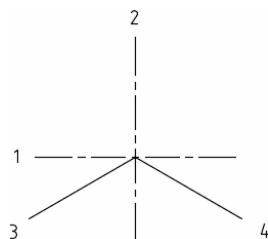

图 2-22 绘制法兰盘步骤一
(1) 画水平基准线段 1，长度 60 mm；画竖直基准线段 2，长度 60 mm；画线段 3(相对坐标 $35<210$)；画线段 4(相对坐标 $35<330$) (4 条线段长度可任意)，如图 2-22 所示。